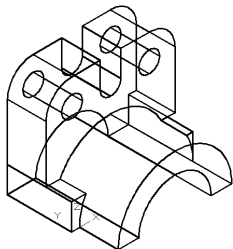

图 14-12 打开素材
- 01 打开随书光盘中的“\素材文件\第 14 章\实例 155.dwg”文件，结果如图 14-12 所示。